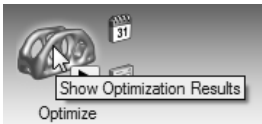

图 16-16
- 2) 选择结构仿真功能区中的显示优化结果工具，如图 16-16 所示。